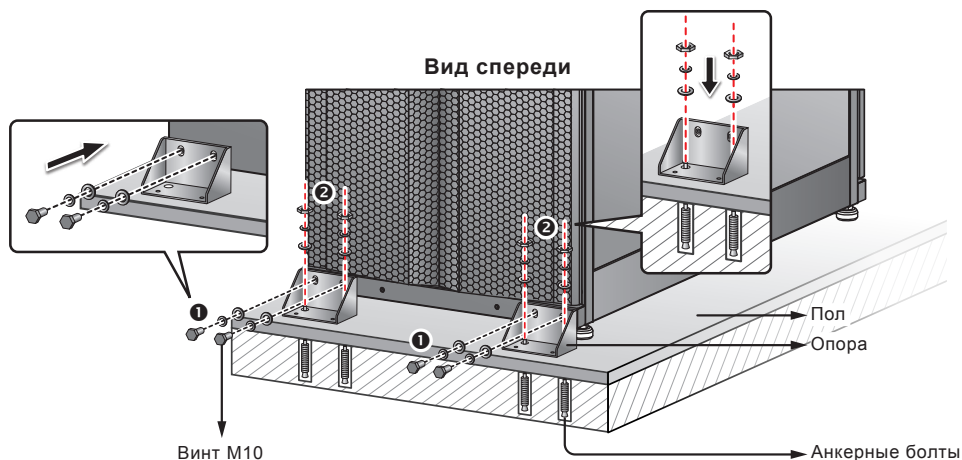

Рис. 5-2. Установка опор спереди
- 3 Торцевым ключом на 16 мм отверните 4 винта М10 ❶ и снимите с поддона две опоры, фиксировавшие ИБП при транспортировке. Прикрепите две опоры этими винтами к ИБП спереди. Для фиксации ИБП ❷ прикрепите опоры к полу анкерными болтами с гайками. Анкерные болты приобретаются отдельно. См. **Рис. 5-2**.